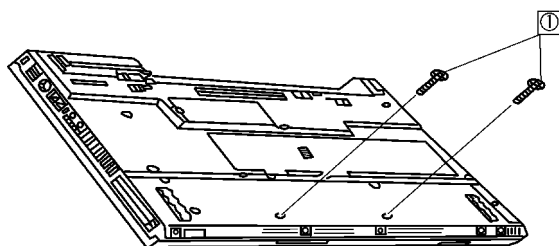

图 6-28 拧下音响固定螺钉
- (1) 首先拧下两颗固定螺钉“①”，如图 6-28 所示。
- (2) 将音响向箭头“②”方向拔出，再按箭头“③”方向取出卡在线槽内的音频